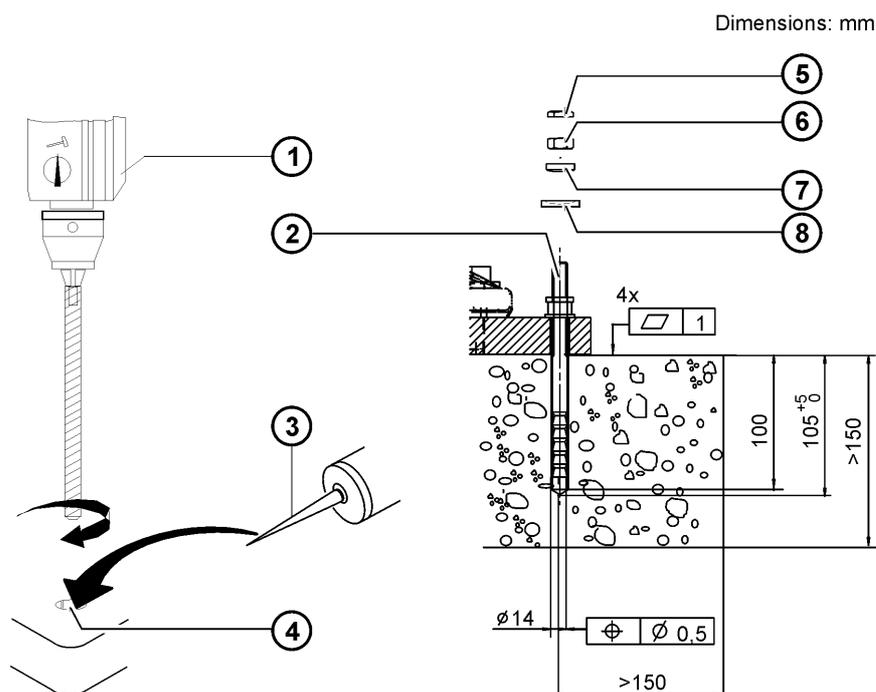

Fig. 8-1: Montage d'une cheville collante
6. Percer 4 trous pour les chevilles (>>> Fig. 8-1) dans les fondations à travers les trous des plaques de fondation.